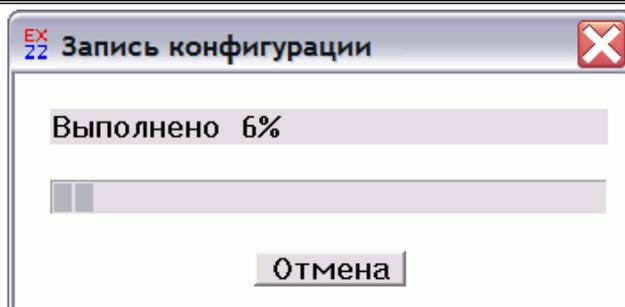

Рисунок 107
4. На экране появиться окно индикации процесса записи в оперативную память системного блока (рисунок 107). По окончании процесса записи в окне отобразится надпись «Выполнено 100%» и окно закроется.